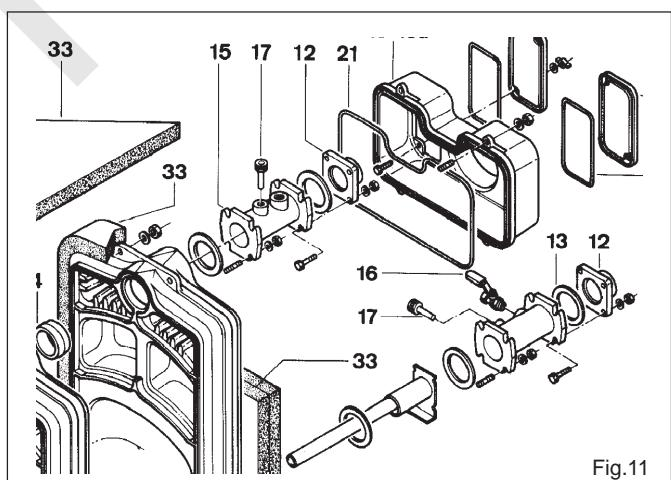

Fig.11
Válvula de esgoto (16, fig. 11)
- Com o acessório opcional “União metálica para o retorno” (15, fig.11) é fornecida uma válvula de esgoto (16) de 3/4"
Flange para soldar (12, fig. 11)
- Soldar as flanges às tubagens da instalação e, em seguida, fixá-las à caldeira intercalando a sua junta (13) por meio de 4 parafusos HM 12 e das respectivas 4 anilhas.
- Se se instalaram os acessórios opcionais “União metálica de ida e retorno” (15, fig.11), será necessário montar primeiro as uniões. Em seguida, fixar as flanges (12) às uniões.
Uniões metálicas de ligação (Acessório opcional) (15,fig.11)